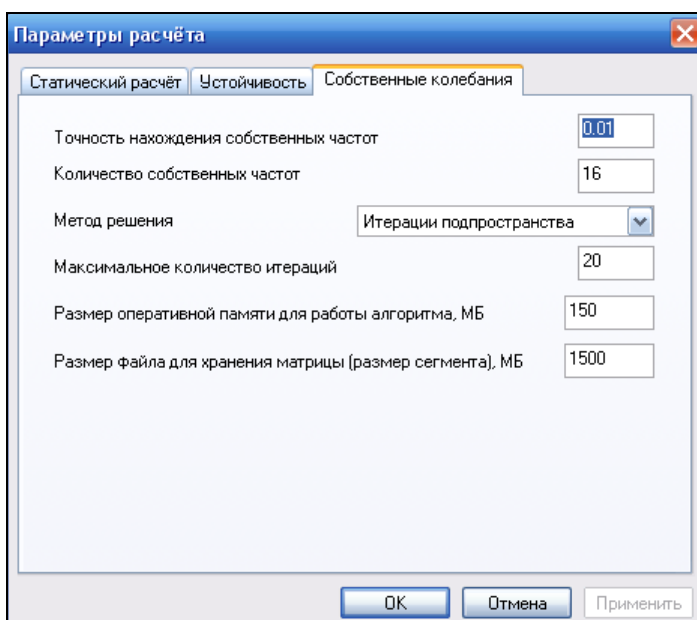

Рис. 10.25. Диалоговое окно **Параметры расчёта** на вкладке **Собственные колебания**
- вкладка **Собственные колебания** (рис. 10.25). Установите следующие параметры: